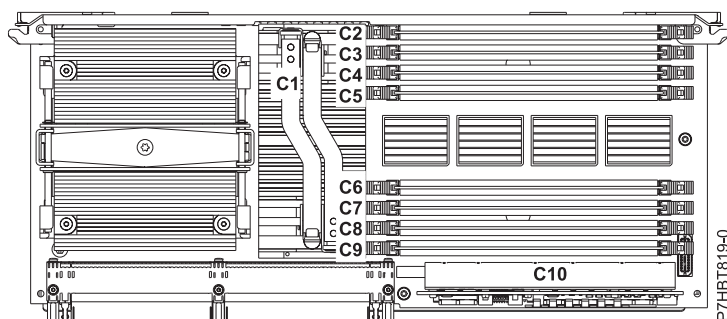

Figura 1. Ubicacions de les ranures dels mòduls de memòria al conjunt de processadors
9. Determineu les ranures en les quals es col·locaran els mòduls de memòria. Cada conjunt de processadors del sistema té vuit ranures de mòduls de memòria. Consulteu la Taula 1 a la pàgina 3 per assegurar-vos que els mòduls de memòria estiguin equilibrats en cada conjunt de processadors. Endol·leu els mòduls de memòria a les ranures que es mostren a la taula. Per veure les ubicacions de les ranures dels mòduls de memòria al conjunt de processadors del sistema, consulteu la Figura 1 a la pàgina 4.